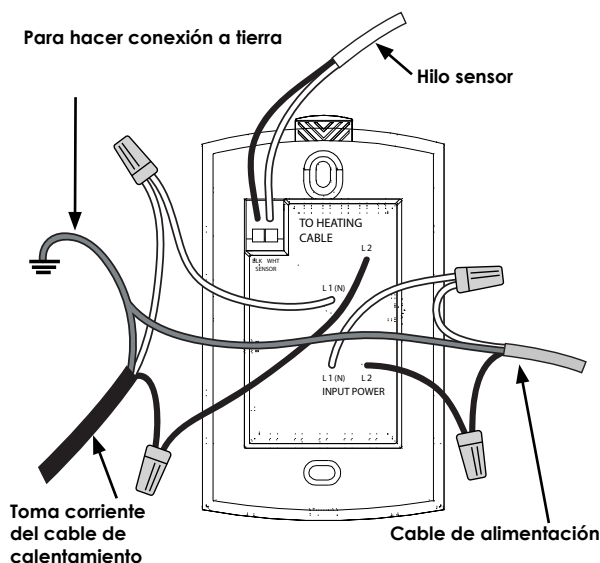
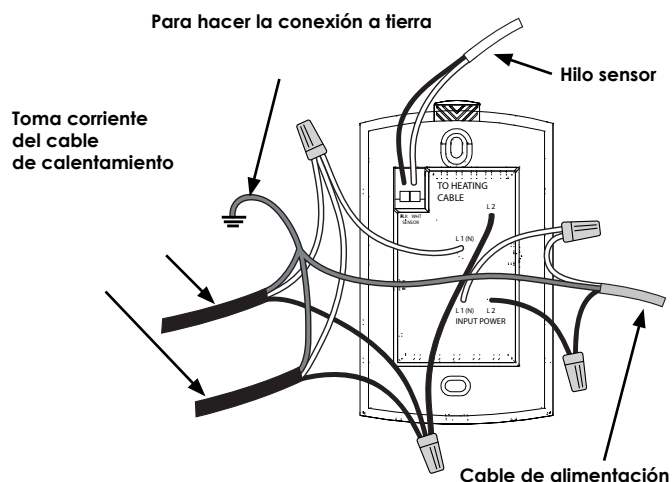

Figura 5
Figura 6
4. Prepare cada cable calentador/ toma corriente para conexión o empalme y conecte según la figura 5 o figura 6, como sea aplicable.
5. Prepare el cable del sensor según la Figura 5 ó la Figura 6, según el caso. Use un destornillador para la conexión al cable del sensor (cables blanco y negro), a los terminales BLK y WHT correspondientes.